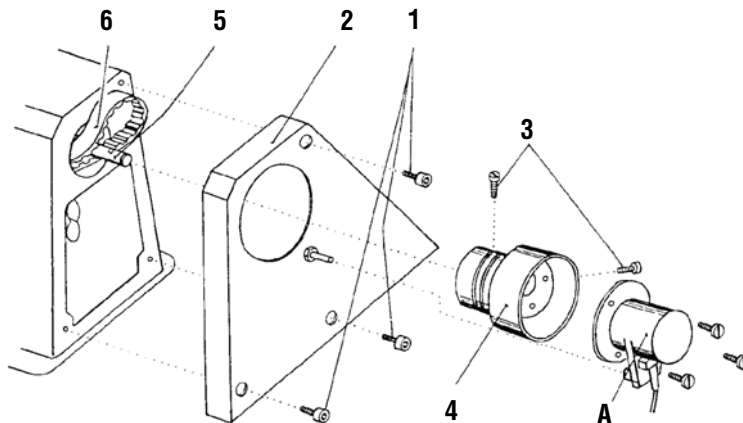

Abb. 14
14. Demontage und Montage des Antriebsbandes (Abb. 14)